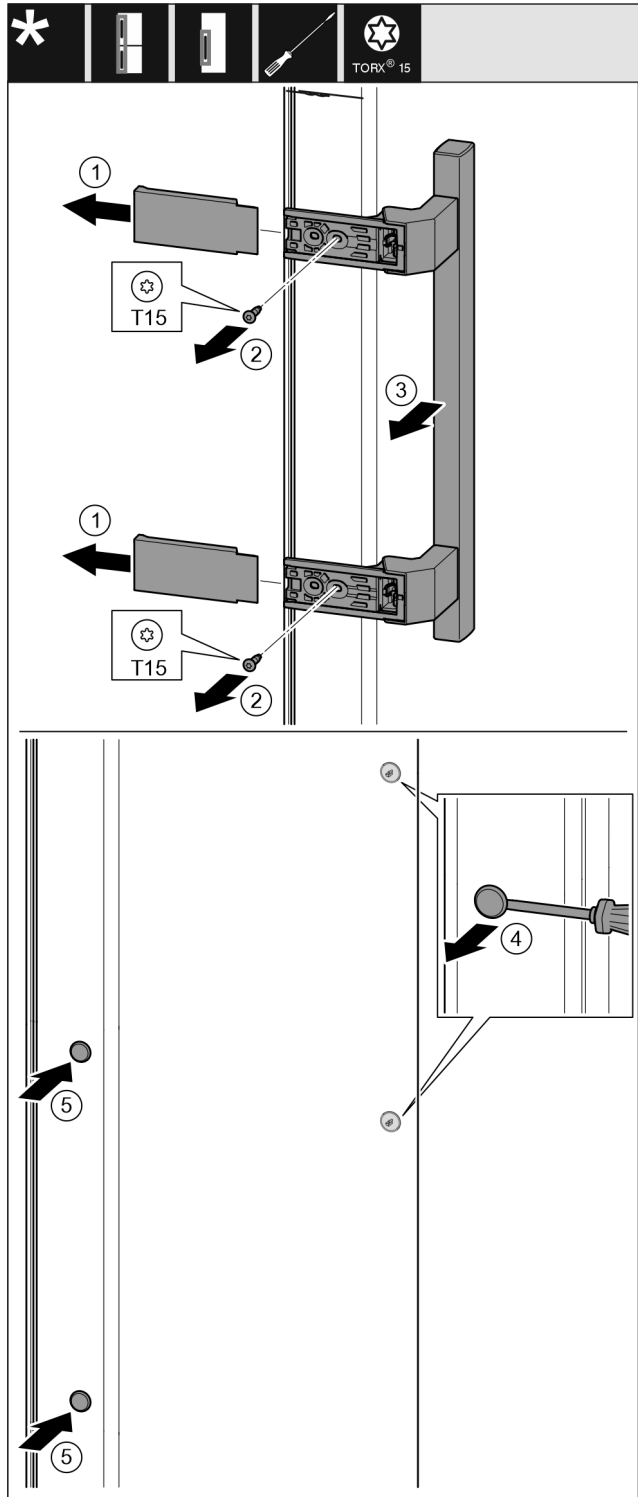

Fig. 11
- Afdekking eraf trekken. Fig. 11 (1)
- Schroeven met schroevendraaier T15 eruit draaien. Fig. 11 (2)
- Greep eraf halen. Fig. 11 (3)
- Zijdelingse stop voorzichtig met een sleufschroevendraaier optillen en eruit trekken. Fig. 11 (4)
- Stop op de andere kant weer aanbrengen. Fig. 11 (5)